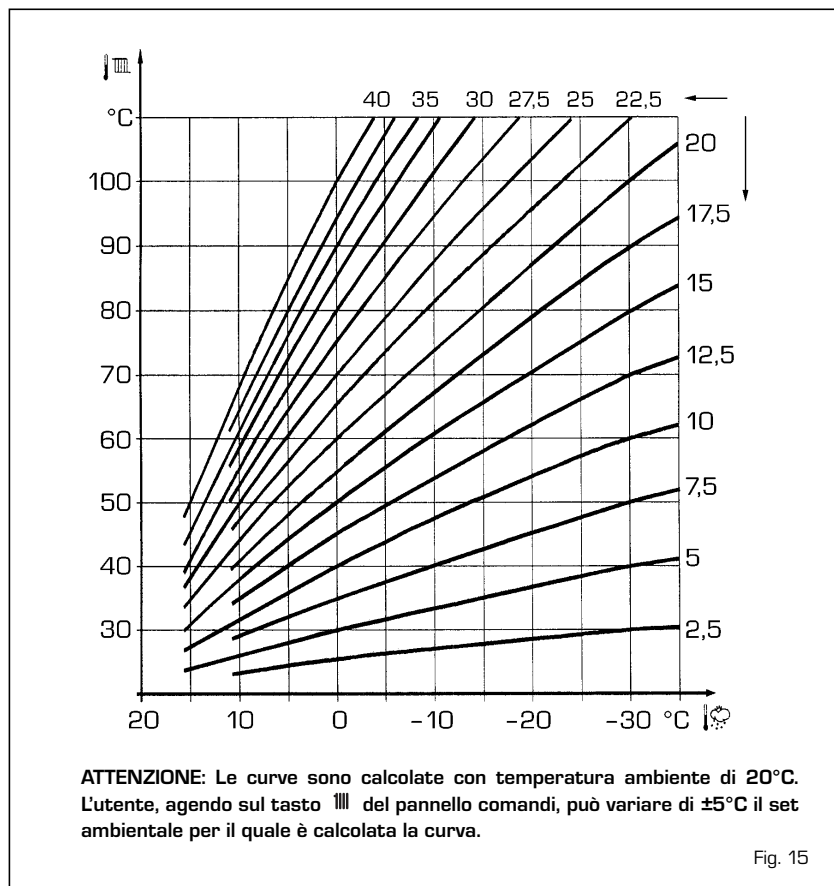

Fig. 15
3.4 Sonda esterna collegata (fig. 15)
In caso di presenza di sonda esterna i SET riscaldamento sono ricavabili dalle curve climatiche (PAR 12) in funzione della temperatura esterna e comunque limitati entro i valori di range descritti al punto 3.2 (PAR 13 e PAR 14). La curva climatica da impostare è selezionabile da un valore 3 a 40 (a step di 1). Aumentando la pendenza rappresentata dalle curve di fig. 15 si incrementa la temperatura di mandata impianto in corrispondenza alla temperatura esterna.